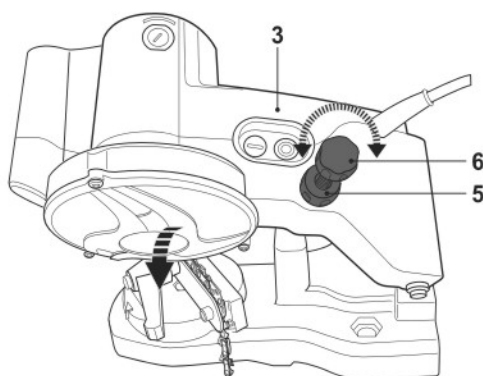

Fig. 9
- > Empuje hacia abajo el alojamiento del motor (3) con la empuñadura (1) para comprobar en qué profundidad puede moverse hacia abajo el disco de afilado (17) hacia la cadena de la motosierra (Fig. 9).
- > Gire el tornillo de control de profundidad (6) a la derecha o a la izquierda para ajustar la profundidad de afilado. Colóquelo de forma que el disco de afilado (17) solo pueda penetrar lo que sea absolutamente necesario para afilar el borde de corte.
- > Una vez alcanzado el ajuste deseado, apriete el dispositivo de control de profundidad (5) girándolo a la derecha.